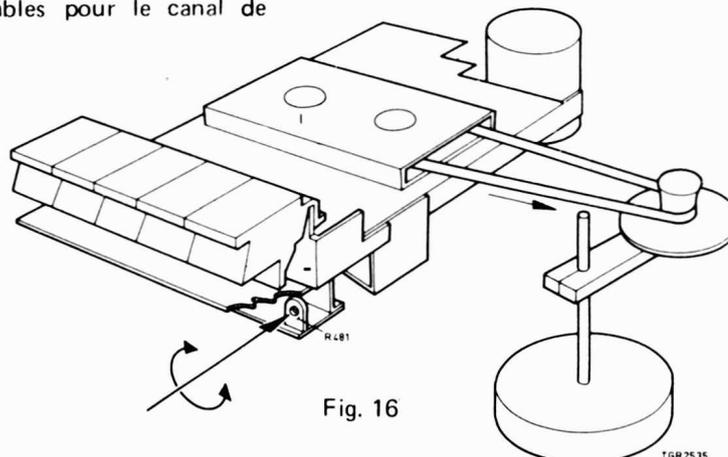

Fig. 16
- Placer un stroboscope à côté de l'appareil, le régler à la hauteur correcte et en passer la bande, voir fig. 16. La vitesse de bande doit s'élever à $4.75 \text{ cm/sec} \pm 2 \%$.